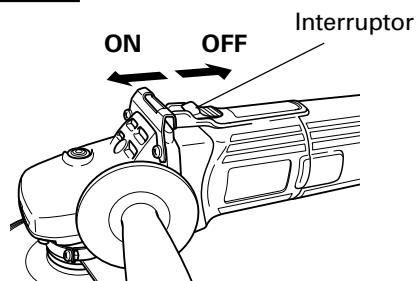

Fig. 3
- Conecte la alimentación de la amoladora. (Fig. 3)